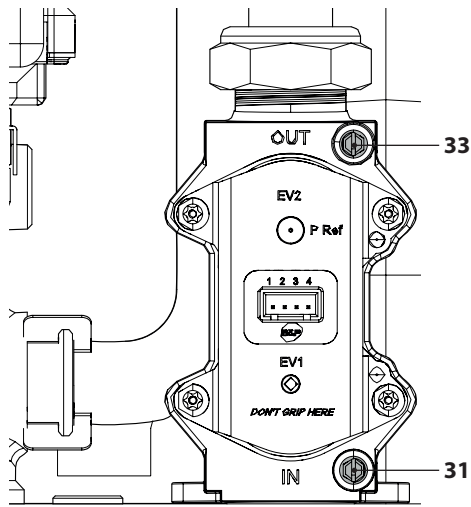

Figura 7.1
- A caldaia spenta (fuori servizio), controllare la pressione di alimentazione utilizzando la presa 31 in Figura 7.1 e confrontare il valore letto con quelli riportati nella tabella Pressioni di alimentazione gas nella sezione "Dati tecnici M302V.2025 SB" a pag. 26, "Dati tecnici M302V.2530 SB" pag. 30 e "Dati tecnici M302V.3035 SB" pag. 34.
- Richiudere bene la presa di pressione 31 in Figura 7.1.